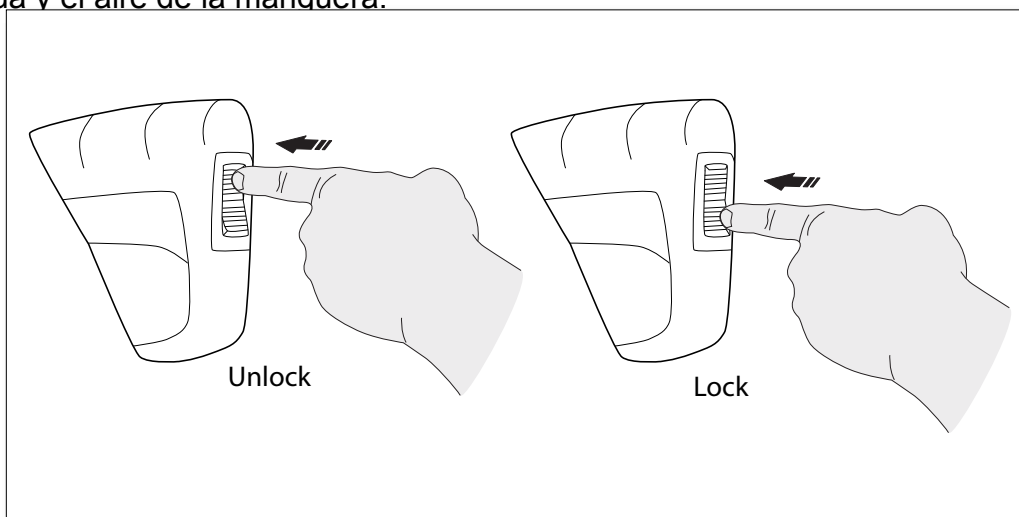

Fig. 20
- Suelte el botón de bloqueo de seguridad de la pistola pulsando el botón de bloqueo de seguridad de la derecha a la izquierda (**Fig. 20**). Al mismo tiempo que apunta la pistola en una dirección segura, apretar el gatillo de la pistola hasta que se produzca un flujo continuo de agua, dejando que el agua y el aire de la manquera.